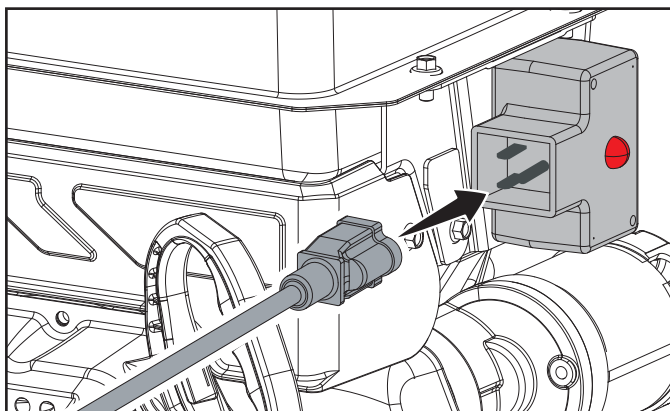

Figure 13
5. Pour un démarrage électrique, vous pouvez également brancher le cordon électrique fourni dans le démarreur. Appuyez sur le bouton du démarreur électrique et assurez-vous que la tension d'alimentation principale est 120 V~ 60 Hz. (figure 13)